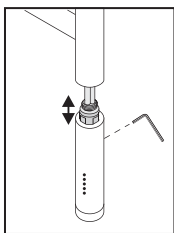

Рис.1
3.1. Перед началом монтажа необходимо ослабить стопорный винт в задней части МЭМ ключом ШГ 2,5 (идет в комплекте) и выдвинуть нагревательный элемент относительно корпуса (рис. 1).